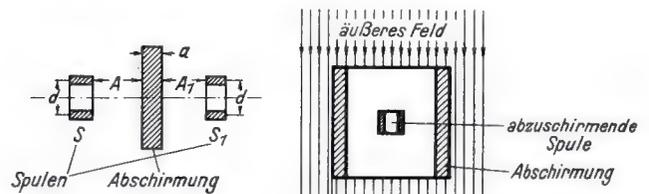

Bild 2. Gegenseitige Abschirmung zweier koaxialer Spulen (siehe Formel 2)
Wichtigster Fall: Zwei koaxiale Spulen ähnlicher Konstruktion und Größe sind durch eine ebene Wand abzuschirmen. Die folgende Formel (2) gilt genau für eine Abschirmung unendlich großer Ausdehnung; in der Praxis genügt es, wenn die Länge und Breite erheblich größer sind als d oder A + A1 (Bild 2).